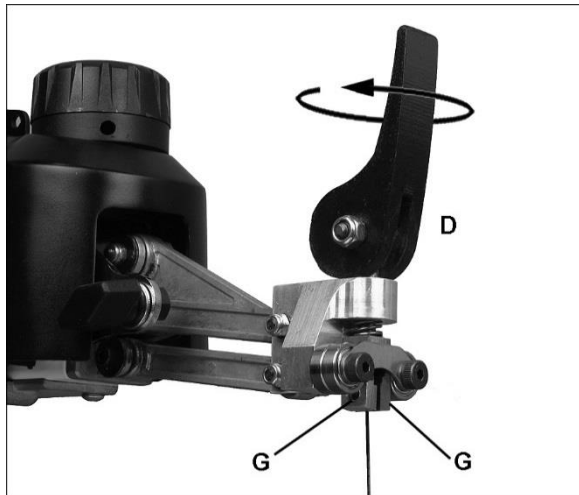

Abb. 16
- Die Sägeblattspannung kann durch Drehen des Hebels (D, Abb. 16) um eine Umdrehung im Uhrzeigersinn erhöht werden.
Zunächst prüfen, ob die Einstellschrauben (G, Abb. 16) gleich weit in den Spannbereich ragen. Bei Bedarf einstellen.